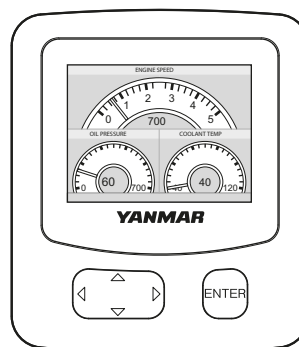

Abbildung 4
- Wenn der Motor anspringt, zeigt das VC20-Display den Bildschirm mit den Motorbedingungen an (**Abbildung 4**).